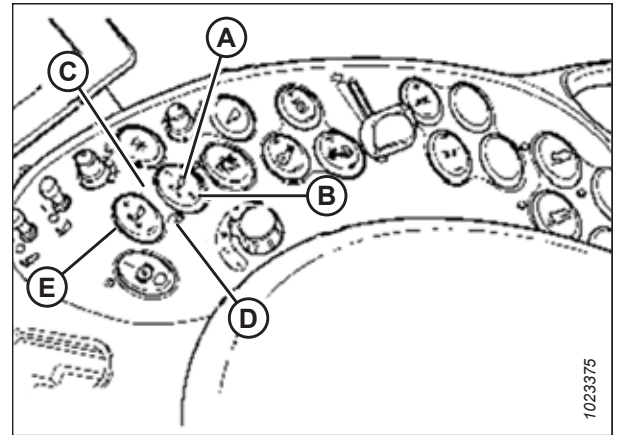

Figure 4.66: Commandes de la moissonneuse-batteuse Case
Vous pouvez régler avec précision ces points de consigne à l'aide du bouton FINE ADJUST (réglage avec précision) (E) sur la figure 4.66, page 155.